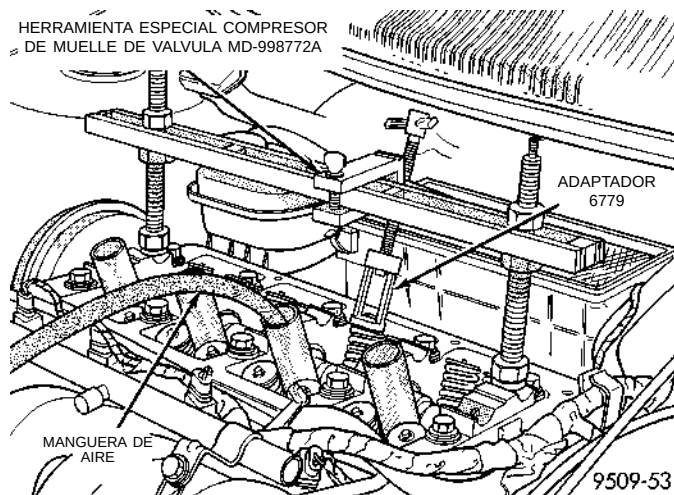
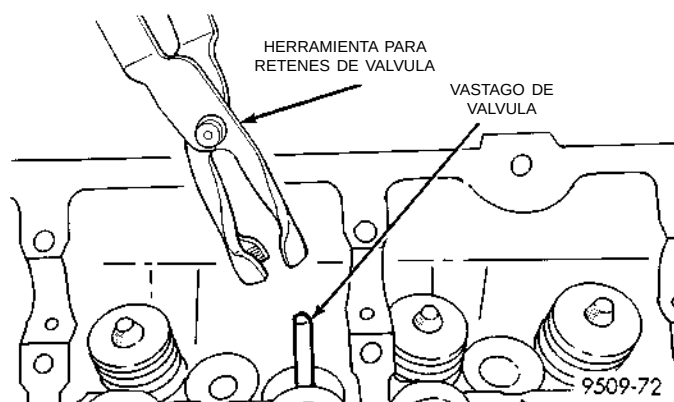

Fig. 29 Desmontaje e instalación del muelle de válvula
Fig. 30 Herramienta para retén de aceite del vástago de válvula
- (1) Retire los conjuntos de ejes de balancín, tal como se describió anteriormente en esta sección.
- (2) Haga girar el cigüeñal hasta que el pistón llegue a la compresión de PMS.
- (3) Con la manguera de aire conectada al adaptador instalado en el orificio de bujías, aplique 620-827 kPa (90-120 psi) de presión de aire.
- (4) Utilice la Herramienta especial MD-998772A con el adaptador 6779 (Fig. 29) y oprima los muelles de válvula y retire los seguros de válvula.
- (5) Retire el muelle de válvula.
- (6) Retire el retén del vástago de válvula, con la herramienta pertinente (Fig. 30).